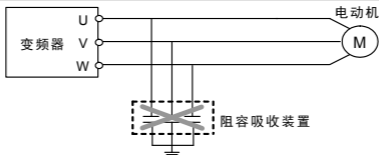

图 3-1 输出端禁止连接阻容吸收装置
- (1) 确保变频器与供电电源之间连接有中间断路器，以免变频器故障时事故扩大。
- (2) 为减小电磁干扰，请给变频器周围电路中的电磁接触器、继电器等装置的线圈接上浪涌吸收器。
- (3) 频率设定端子 AI、仪表回路(AO)等模拟信号的接线请使用  $0.3\text{mm}^2$  以上的屏蔽线，屏蔽层连接到变频器的接地端子 E 上，接线长度小于 30m。
- (4) 继电器输入及输出回路的接线(X1 ~ X4)都应选用  $0.75\text{mm}^2$  以上的绞合线或屏蔽线，屏蔽层与控制端子的公共端 CM 相连，接线长度小于 50m。
- (5) 控制线应与主回路动力线分开，平行布线应相隔 10cm 以上，交叉布线应使其垂直。
- (6) 变频器与电机间的连线应小于 50m，当接线长度大于 50m 时，应当降低变频器的载波频率。
- (7) 所有引线必须与端子充分紧固，以保证接触良好。
- (8) 所有引线的耐压必须与变频器的电压等级相符。
- 变频器 U、V、W 输出端不可加装吸收电容或其它阻容吸收装置，如图 3-1 所示。